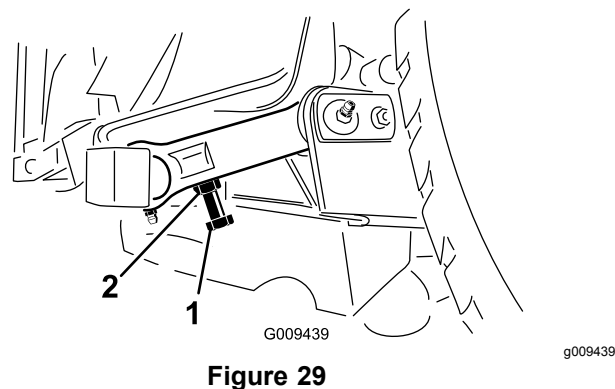

Figure 29
3. Pour ajuster la distance, trouvez le boulon sur la biellette de pivot arrière du plateau de coupe (Figure 29). Desserrez l'écrou de blocage sur le boulon de réglage. Desserrez ou serrez les boulons de réglage pour obtenir un écartement de 10 à 16 mm, puis serrez l'écrou de blocage.